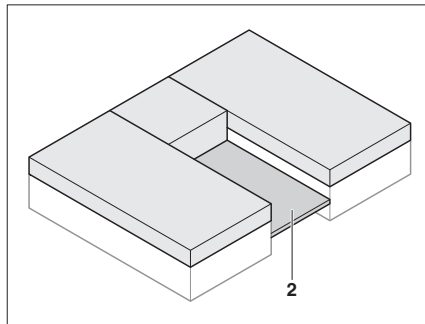

Bild 75 Lattenrost herausziehen
- Lattenrost (Bild 75,2) zwischen den Einzelbetten herausziehen.